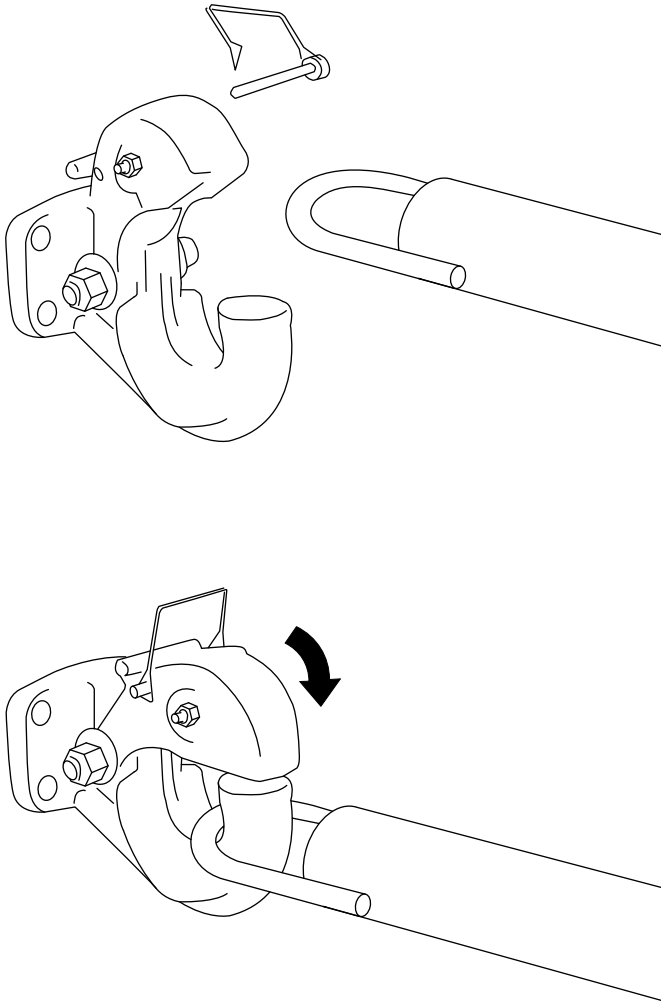

Figure 19
1. Retirez la goupille de l'œillet d'attelage et ouvrez-le (Figure 19).
2. Placez l'anneau de la barre de remorquage sur le crochet de l'œillet d'attelage (Figure 19).
3. Fermez le haut de l'œillet d'attelage et fixez-le avec la goupille (Figure 19).